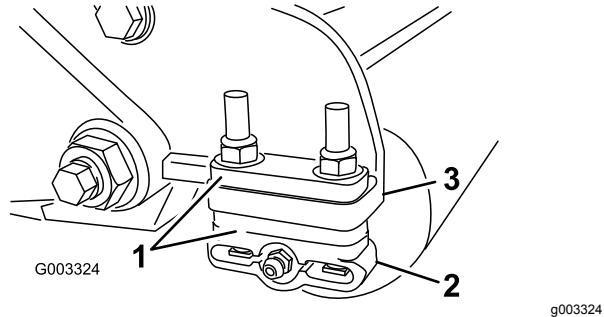

図 19
1. 希望の刈高範囲に必要な数のスペーサを刈高チャートで確認し、スペーサをサイドプレートの取り付けフランジ図 19 の下に入れて、後ローラのブラケットの位置を正しくセットする図 19。